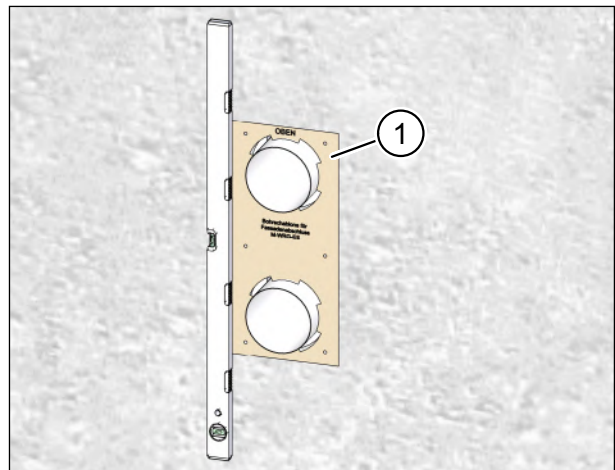

Abb. 15: Lüftungsrohre an der Außenwand
- ▶ Schieben Sie die Bohrschablone für den Fassadenabschluss (Pos. 1 in Abb. 15) über die Lüftungsrohre an die Außenwand.